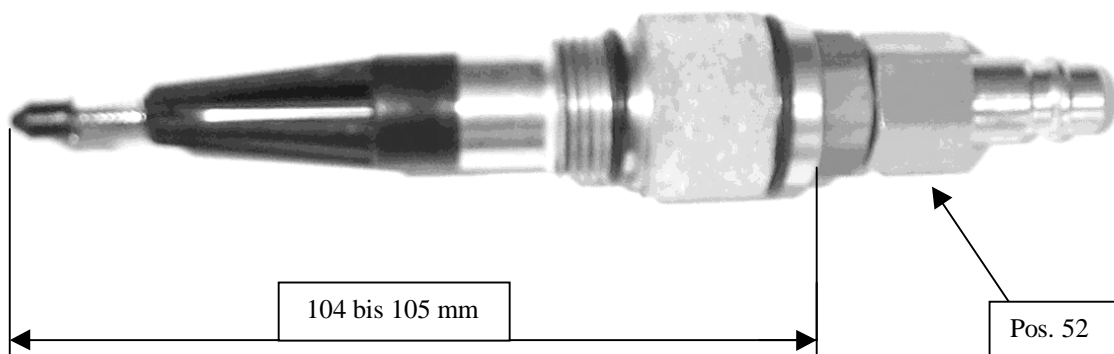

Abb. 5 Druckwandlerlänge
- Messen Sie die Länge des Druckwandlers gemäß Abb. 5